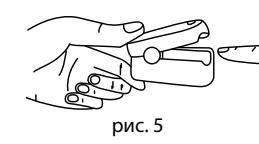

рис. 5
1. Разожмите створки прибора как показано на рис. 5.